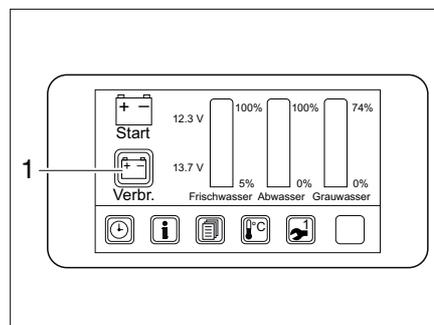

Bild 97 Menü Batterien/Füllstände
- Schaltfläche Verbraucher (Bild 97,1) berühren.